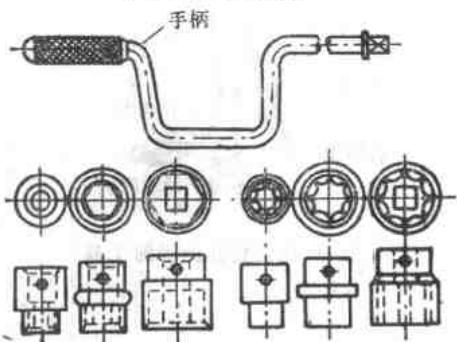

图 1-24 套筒扳手
3. 套筒扳手 它用来拧紧或旋松有沉孔的螺母，或在无法使用活络扳手的地方，用来替代活络扳手。套筒扳手由套筒和手柄两部分组成，成套地放置在专用的盒子内，使用时套筒要配合螺母的规格选用。如图1-24所示。